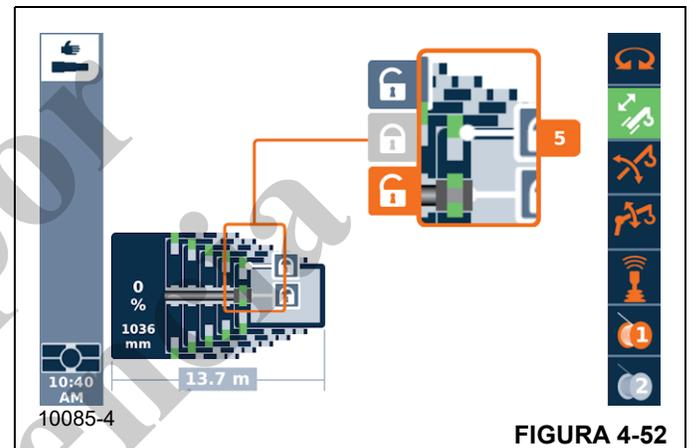

FIGURA 4-52
- El modo manual muestra una vista expandida del mecanismo de fijación del cilindro telescópico con los mismos iconos de desbloqueo e iconos de bloqueo, como se muestra en la Figura 4-52 (en lugar de los valores de la configuración de pluma final requerida para el modo de semiautomatización). Cuando uno de los iconos de desbloqueo o bloqueo está disponible para ser seleccionado (cambia del color gris básico al color de foco), entonces el operador puede solicitar el comando de desbloqueo o el comando de bloqueo. El icono de desbloqueo superior es para el desbloqueo de la sección de pluma y, en el momento adecuado, el icono de bloqueo se usará para bloquear nuevamente la sección de pluma (el icono de bloqueo estará disponible como comando cuando el sistema de control lo permita). El icono de desbloqueo inferior es para el desbloqueo del